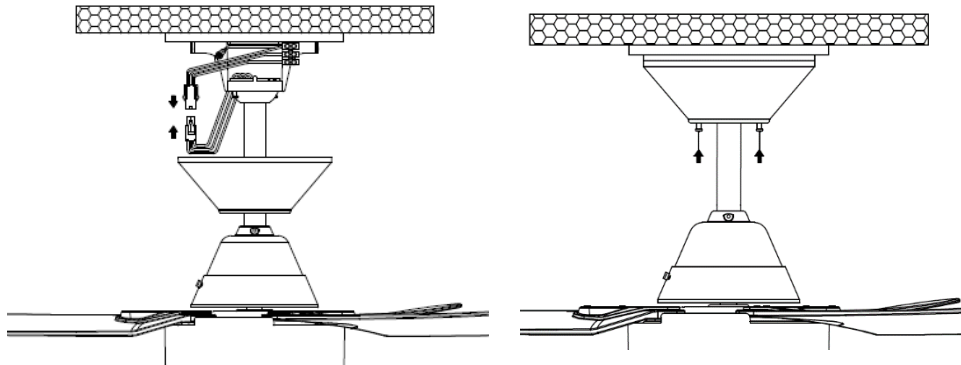

Fig. 8
- Coprire la staffa di montaggio con la calotta. Assicurarsi che tutti i cavi elettrici siano nascosti all'interno della calotta e che non siano stati danneggiati durante questa operazione. Fissare la calotta alla staffa di supporto utilizzando le viti in dotazione. Fig 8.